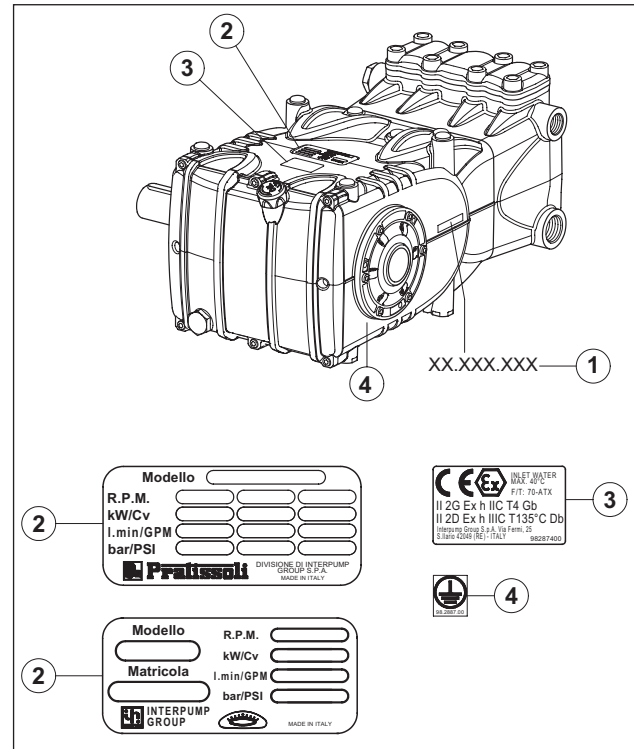

Fig. 1
Sur chaque pompe se trouvent un numéro de série XX.XXX.XXX, voir rep. ① et une plaque signalétique, voir rep. ② de Fig. 1 portant les indications suivantes :